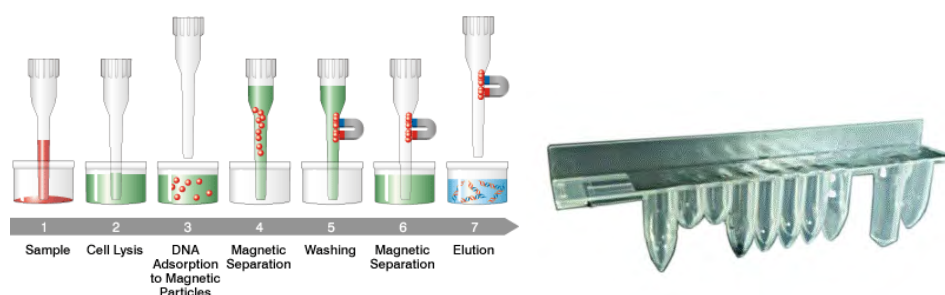

Figura 1-3: Princípio de extração do ácido nucleico e cassete de extração ELITE InGenius SP 200
- O conjunto de reagentes foi otimizado para o isolamento dos ácidos nucleicos de 200 amostras  $\mu\text{L}$  (Figura 1.3: ELITE InGenius - cassete de extração SP200 e princípio de extração)